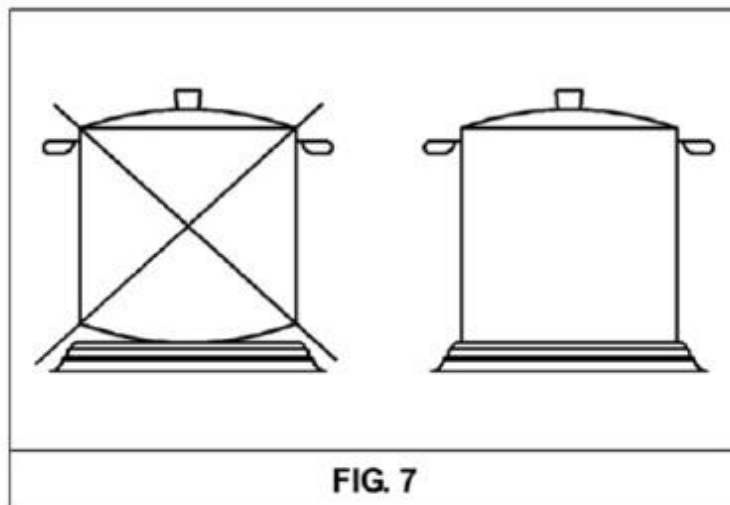

FIG. 7
- *Steeds pannen te gebruiken met een vlakke en dikke bodem (zie afb. 7).*